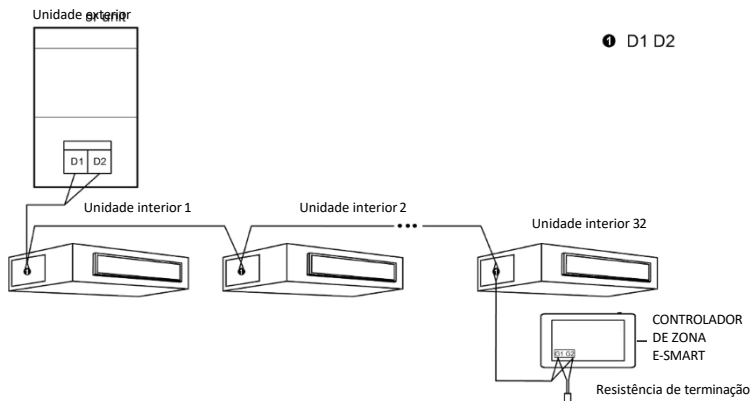

Fig. 3.4 Controlador centralizado ligado à rede de UI
- 2 Se o controlador centralizado tiver de ser ligado à rede das unidades interiores, efetue as ligações de acordo com a fig. 3.4. O controlador pode ser ligado a qualquer unidade interior em série, ou seja, ligando as portas G1 e G2 do controlador às portas D1 e D2 com os fios de comunicação. Quando o controlador estiver ligado à unidade terminal da rede de UI, deve ser adicionada uma resistência adequada aos fios de comunicação nas portas G1 e G2.